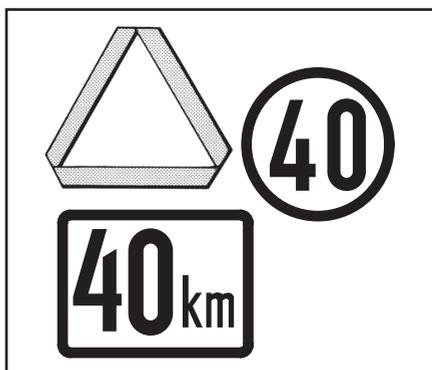

Fig. 2.21
- Assicuratevi che il trattore e gli eventuali altri attrezzi siano provvisti dei simboli di veicolo lento in movimento o della lampada rotante, se previsti dalla legge (Fig.2.21).